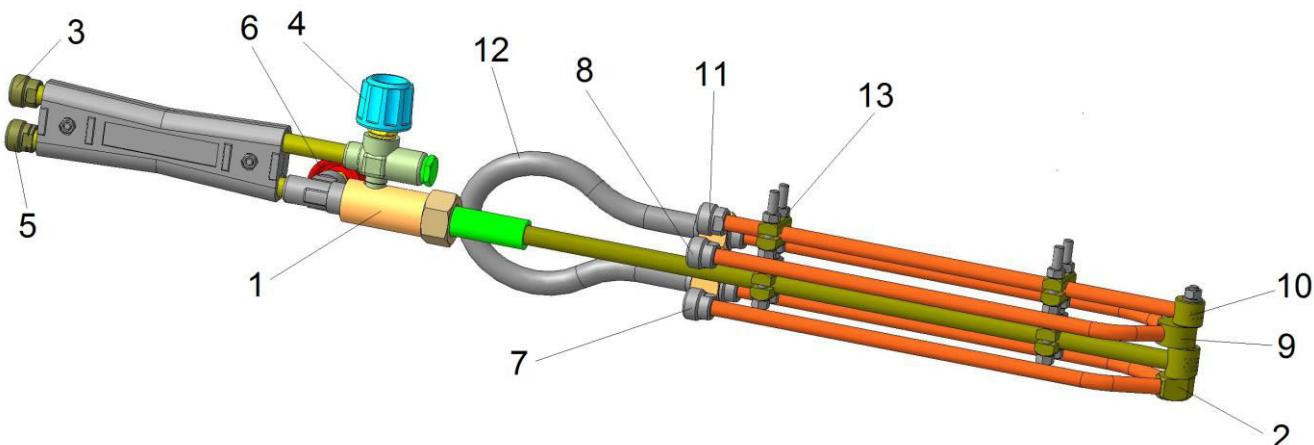

Рис.1. Горелка ГП-Зз Шкив 30
4.1 Горелка (рис.1) состоит из ствола 1 и газопламенного наконечника 2 присоединенного с помощью накидной гайки. Наконечник включает в себя трубку, смеситель со съемным инжектором и мундштуком. Мундштук имеет систему газопламенных сопел и встроенную водяную рубашку охлаждения.